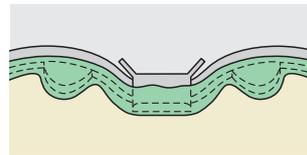
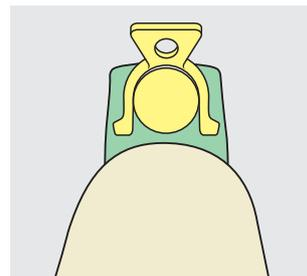

Fig. 5
Fig. 6
Sobre el modelo, se alivian las zonas retentivas: debajo de la barra, por oclusal de los elementos pilares, la barra y los caballitos a nivel de la mucosa (Fig. 5). Cuidar que las aletas activables de los caballitos queden aliviadas con un espesor suficiente (Fig. 6) para conservar su función elástica al insertar y desinsertar la prótesis. Colocar el eventual refuerzo colado sobre los caballitos y terminar la prótesis según el procedimiento habitual.
4. Rellenar las partes socavadas de la barra (Fig. 5)
6. Rellenar las partes socavadas de la barra, así como las aletas de la vaina (Fig. 5 y 6)